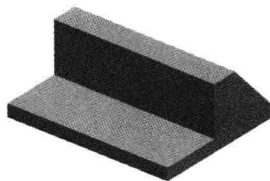
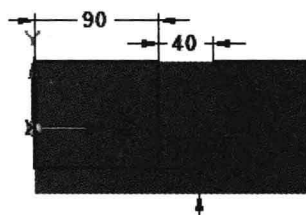

图 1.4 除料特征 1
图 1.5 截面草图
Step5. 创建图 1.4 所示的除料特征 1。
(1) 选择命令。单击 **主页** 功能选项卡 **实体** 区域中的“除料”按钮 。
(2) 定义特征的截面草图。
① 选取草图平面。在系统 **单击平的面或参考平面。** 的提示下，选取右视图 (YZ) 平面为草图平面。
② 绘制图 1.5 所示的截面草图。
③ 单击“主页”功能选项卡中的“关闭草图”按钮 ，退出草绘环境。